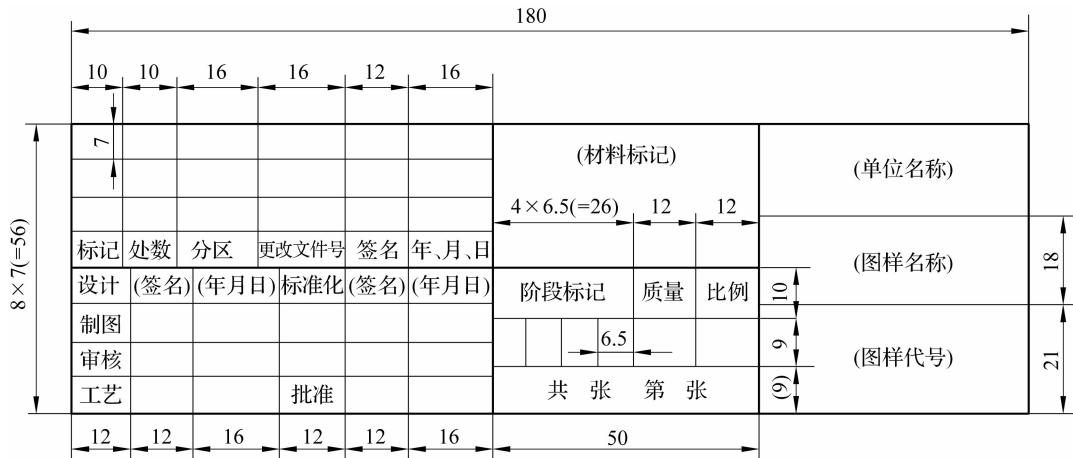

图 1-1-9 标题栏
(1) 每张图样中均应有标题栏。
(2) 标题栏一般配置在图框右下角,文字方向为看图方向。
(3) 标题栏一般由更改区、签字区、其他区、名称及代号区组成,如图 1-1-9 所示。